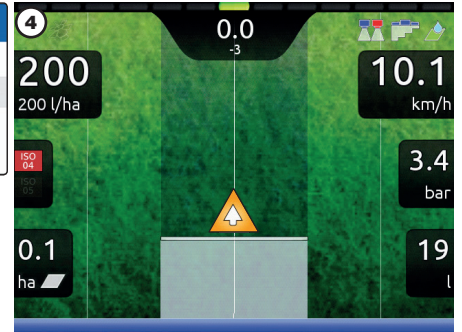

Fig. 272
- 4 Complete the job (Fig. 272).